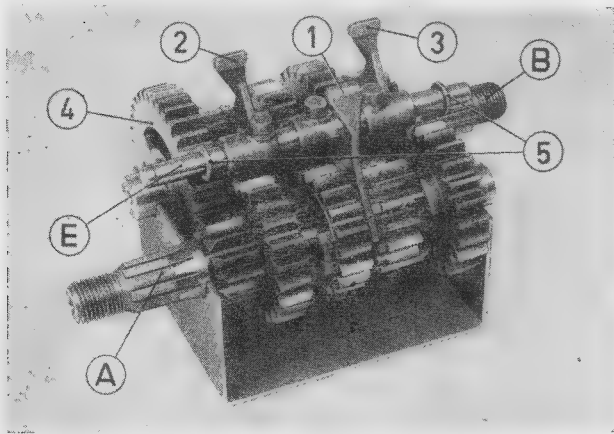

Bild 250. Getriebebesatz mit Schaltgabeln
- Sollte die Kurbelwelle steckenbleiben, kann sie mit dem Rohrstück (1) und dem Oberteil der Kupplungsspannvorrichtung (2) nachgezogen werden. Das Rohrstück ist nicht im Spezialwerkzeugsortiment enthalten. Eine Skizze zum Selbstbau ist im Abschnitt 9. abgedruckt.
- Eine Scheibe (5 im Bild 250) auf die Bohrung für den Führungsbolzen (E im Bild 250) legen.